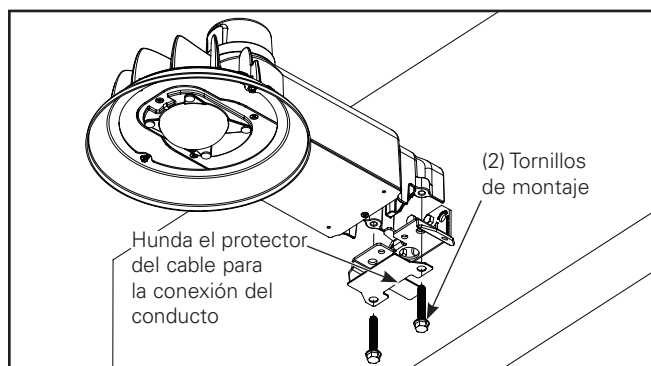
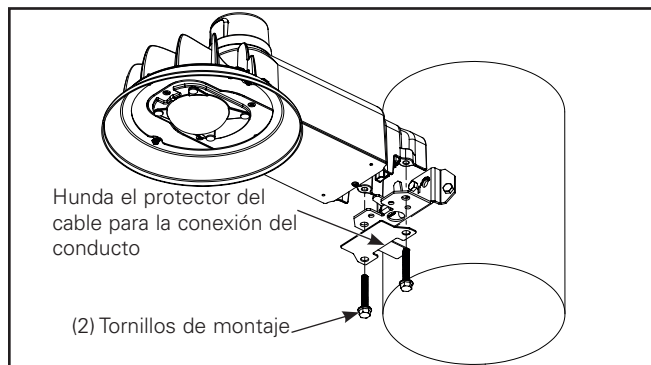

Figura 4.
Figura 5.
- Usando el zócalo de 1/2 pulg., instale el blindaje de alambre como se muestra con los dos pernos de montaje de la luminaria a través del soporte de pared / poste y en la luminaria. Si se prefiere la conexión al orificio del conducto en la parte inferior del soporte de montaje, retire la pestaña ciega del protector del cable. Apriete a 6-8 pies-libras. (Figura 4 y Figura 5.)